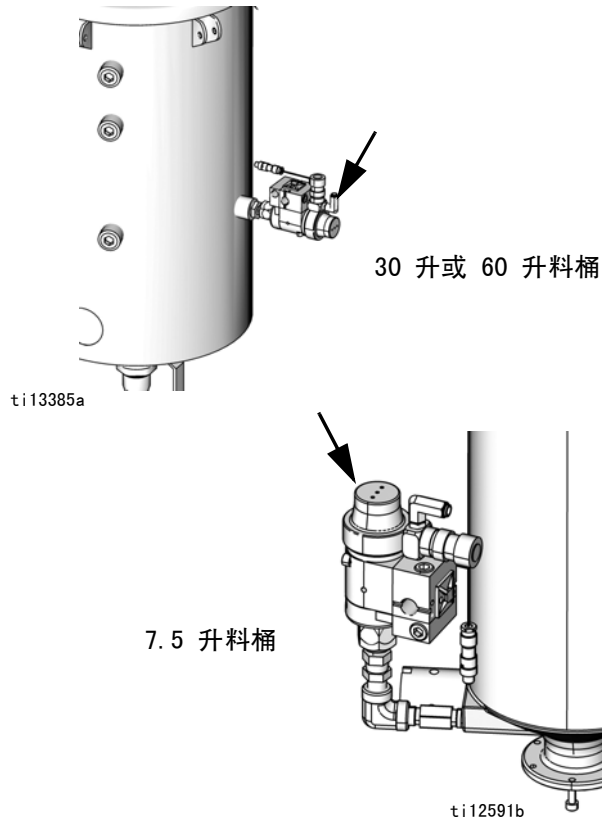

图 7: 侧面安装
料桶补料套件出厂时未安装。料桶补料套件可安装在料桶盖上或料桶侧面。参见图 5 和图 7。
1. 使用 PTFE 胶带和提供的管件安装图 7 中所示的补料套件。